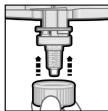
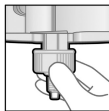

Fig. 3
Fig. 4.1
5. Cuando la punta de mezcla se encuentre en la posición correcta (Fig. 3), empuje el anillo de fijación Dynamix por la punta de mezcla hasta que se detenga, y gírelo hacia la derecha (1/4 de vuelta) hasta que quede bien fijado en su sitio. (Figs. 4.1, 4.2, 5)